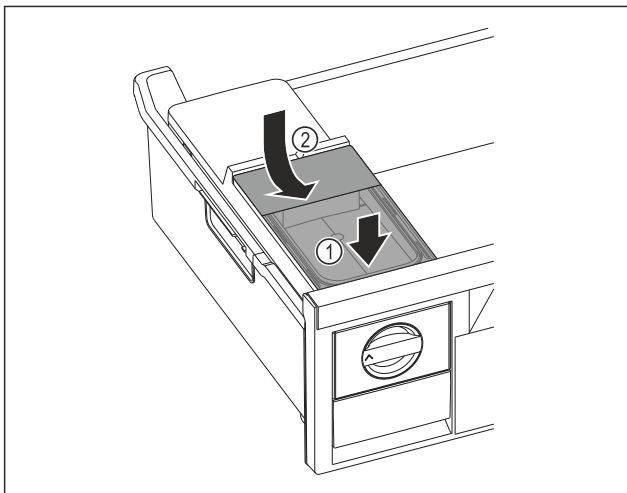

Fig. 97
- ▶ Установите бак для воды спереди. Fig. 97 (1)
- ▶ Опустить бак для воды сзади. Fig. 97 (2)